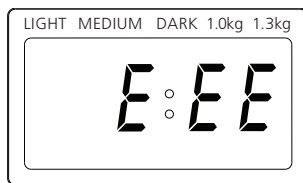

Abb. 2
2. Falls auf dem Display nach dem Drücken der Taste **START/STOP** **E:EE** erscheint (siehe unten Abb. 2), kam es zu einer Unterbrechung des Wärmesensoren-Schaltkreises. Lassen Sie bitte den Sensor von einem autorisierten Techniker kontrollieren.